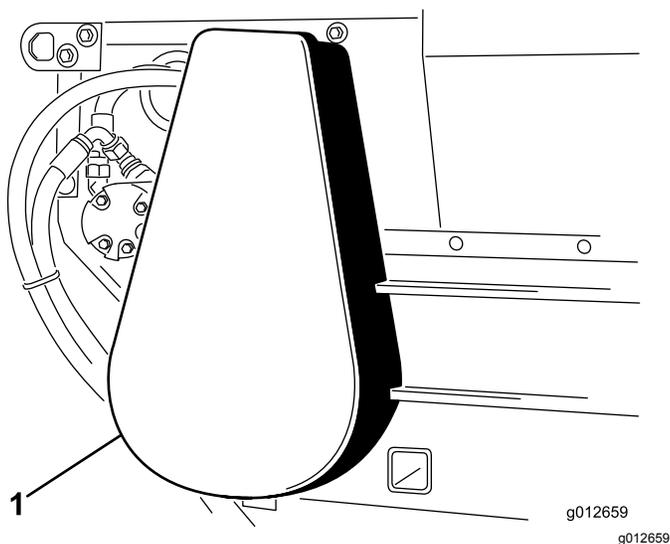

Рисунок 33
3. Установите крышку цепи (Рисунок 33).